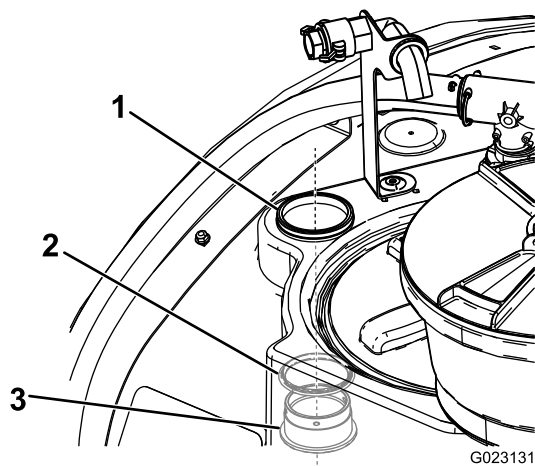

Figura 16
- Montați fittingul plăcii despăritoare și inelul de etanșare din interiorul rezervorului prin deschiderea tăiată anterior (Figura 16).